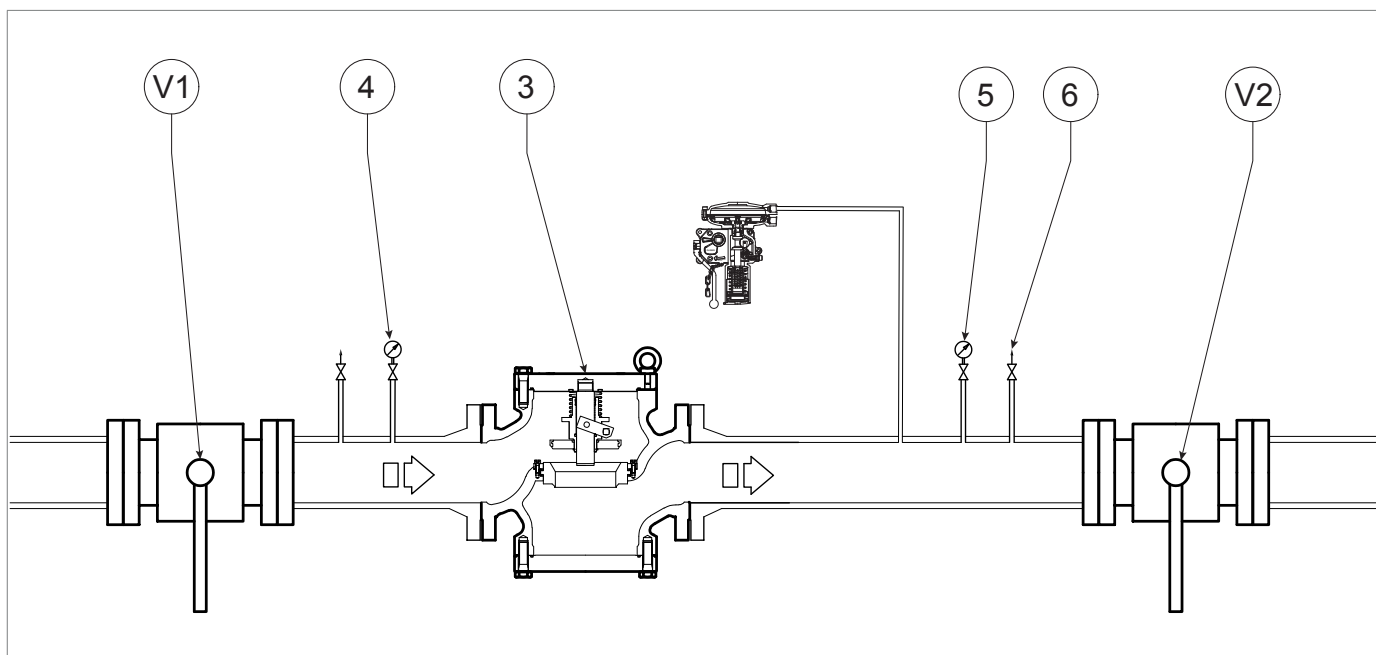

Fig. 8.9. Verifica di tenuta della valvola di blocco SCN
1	<p>Aumentare la pressione di valle (Pd) per verificare la corretta taratura:</p> <ul style="list-style-type: none"> della linea, utilizzando una fonte di pressione esterna della testata del pressostato, facendo riferimento al par. "8.5.3 - Pressurizzazione con fonte esterna". <p>! AVVISO!</p> <p>Controllare la pressione facendo riferimento al manometro di valle (Fig. 8.9, rif. 5).</p> <p>Se la valvola di blocco:</p> <ul style="list-style-type: none"> interviene prima del valore di pressione previsto: avvitare (senso orario) la ghiera di regolazione (13) così da comprimere maggiormente la molla (11); non interviene al valore di pressione previsto: svitare (senso antiorario) la ghiera di regolazione (13), così da scaricare la molla (11).
2	Diminuire la pressione nella testata del pressostato utilizzando il rubinetto di scarico (3) della fonte esterna o il rubinetto di scarico (Fig. 8.9, rif. 6)
1	Aprire parzialmente il rubinetto di scarico (Fig. 8.9, rif. 6) e tenerlo aperto per le fasi successive.
2	<div style="border: 1px solid black; padding: 5px; margin-bottom: 5px;">  AVVISO! </div> <p>Controllare la pressione facendo riferimento al manometro di valle (Fig. 8.9, rif. 5).</p> <p>Se la valvola di blocco:</p> <ul style="list-style-type: none"> • interviene prima del valore di pressione previsto: svitare (senso antiorario) la ghiera di regolazione (15) così da scaricare la molla (17); • non interviene al valore di pressione previsto: avvitare (senso orario) la ghiera di regolazione (15), così da comprimere maggiormente la molla (17).
3	Chiudere il rubinetto di scarico (Fig. 8.9, rif. 6).
1	<p>Aumentare la pressione di valle (Pd) fino al valore di intervento della valvola di blocco, per verificare la corretta taratura:</p> <ul style="list-style-type: none"> della linea, utilizzando una fonte di pressione esterna della testata del pressostato, facendo riferimento al “8.5.3 - Pressurizzazione con fonte esterna”. <p>! AVVISO!</p> <p>Controllare la pressione facendo riferimento al manometro (Fig. 8.9, rif. 5) posto a valle del regolatore principale.</p> <p>Se la valvola di blocco:</p> <ul style="list-style-type: none"> interviene prima del valore di pressione previsto: avvitare (senso orario) la ghiera di regolazione (13) così da comprimere maggiormente la molla (11); non interviene al valore di pressione previsto: svitare (senso antiorario) la ghiera di regolazione (13), così da scaricare la molla (11).
2	Diminuire la pressione del tratto di valle aprendo lo sfiato (Fig. 8.9, rif. 6) per portarla fino al valore di taratura del regolatore principale.
3	Chiudere il rubinetto di sfiato (Fig. 8.9, rif. 6).